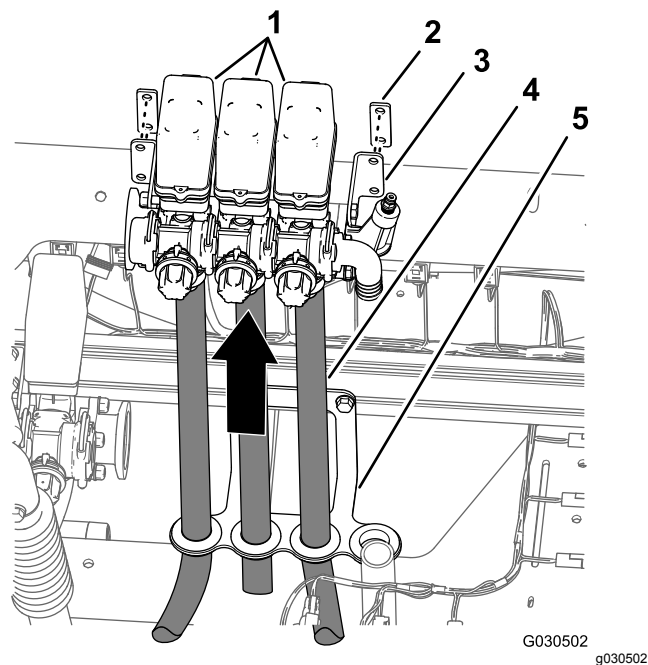

Figura 65
8. Con i 3 flessibili delle barre collegati alle 3 valvole di sezione delle barre, sollevate attentamente le valvole dal cablaggio del flessibile e rimuovete le valvole e i flessibili dalla macchina (Figura 65).